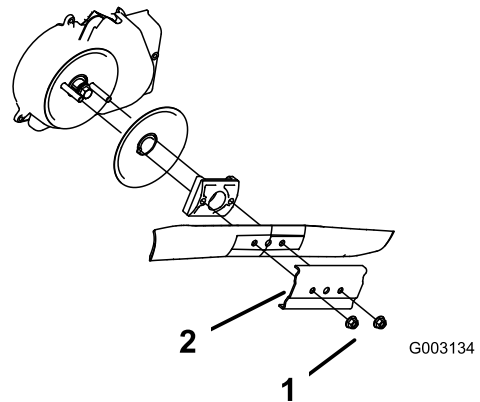

Figure 38
3. Retirez les 2 écrous de la lame et le renfort (Figure 38).
3. Déposez la lame (Figure 38).
4. Posez la nouvelle lame (Figure 38).